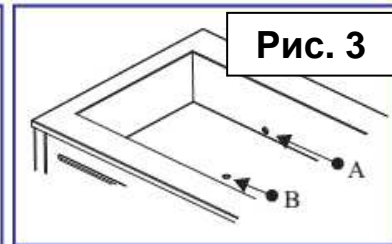

Рис. 3
4. Открыть кран сзади машины и слить остатки воды (см. рисунок 3).